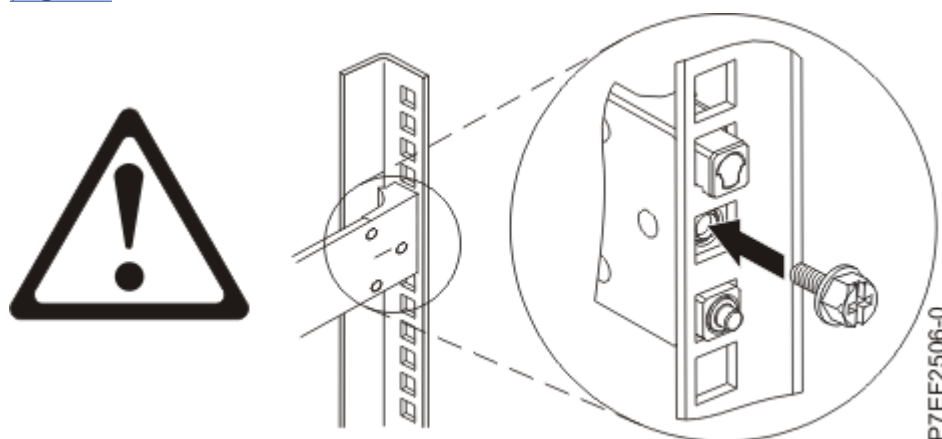

Figura 4. Remontarea șurubului
4. Reinstalați șurubul care a fost înlăturat în pasul “2” la pagina 4, după cum se arată în Figura 4 la pagina 5.